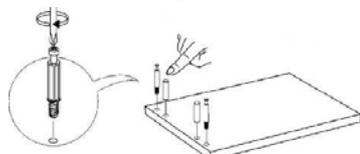

Рис. 3 - Установка шкантов и штоков эксцентриков.
1.2 В отверстия $\varnothing 5$ мм пластей деталей (1,2,8,10) завинтите штоки эксцентриков (Рис.3).